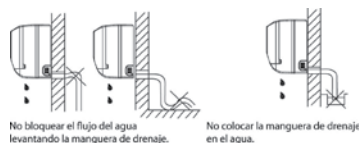

Ilustración 37
3.1. Coloque la manguera de drenaje con pendiente hacia abajo. No instale la manguera de drenaje según lo ilustrado en la Ilustración 37.